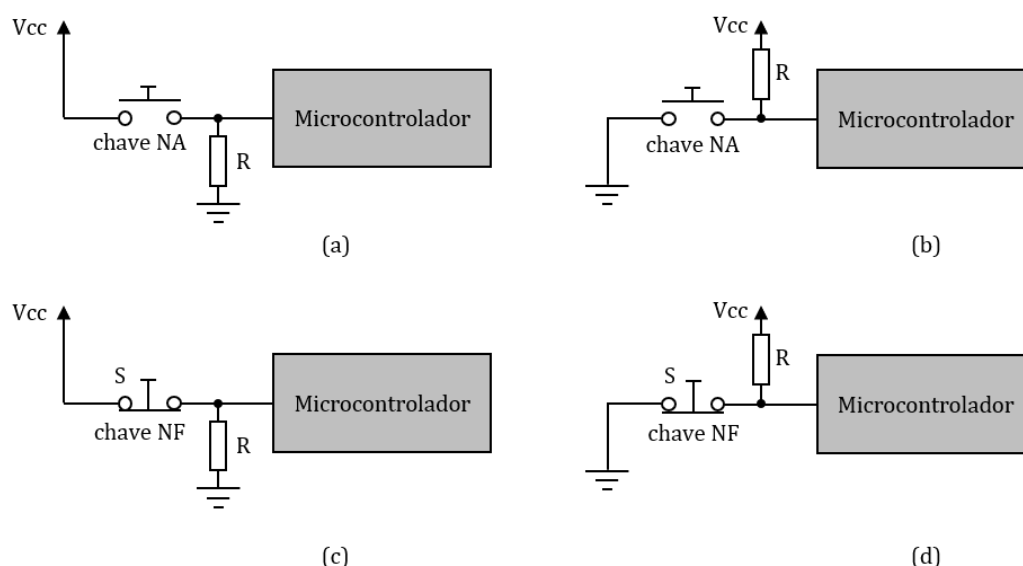

Figura 18 – Diferentes formas de se conectar uma chave a um pino de um microcontrolador.
Na Figura 18, são apresentadas 4 formas de conectar uma chave, ou botão, a um pino do microcontrolador. Todas as formas são encontradas em sistemas microcontrolados, sendo diferentes opções do projetista de hardware.
Nas Figura 18(a) e 18(b), temos uma chave normalmente aberta (NA), onde os contatos só são fechados ao se pressionar a chave. Nas Figura 18(c) e 18(d), temos uma chave normalmente fechada (NF), onde os contatos são abertos ao se pressionar a chave.
Na Figura 18(a), enquanto a chave não for pressionada, o nível lógico presente no pino do microcontrolador é puxado para baixo devido ao resistor de *pull-down*, R. Quando a chave for pressionada, o sinal Vcc é aplicado diretamente no pino, levando-o para nível lógico alto. Na Figura 18(b), ocorre o contrário, enquanto a chave não for pressionada, o nível lógico presente no pino é forçado em alto devido ao resistor de *pull-up*. Quando a chave for pressionada, o pino é conectado diretamente no terra, levando-o para nível lógico baixo.
Na Figura 18(c), a chave conecta diretamente o pino do microcontrolador ao sinal Vcc e, enquanto a chave não for pressionada, o nível lógico presente no pino é alto. Quando a chave for pressionada, o nível lógico presente no pino é puxado para baixo devido ao resistor de *pull-down*. Na Figura 18(d), ocorre o contrário, a chave conecta diretamente o pino do microcontrolador ao terra e, enquanto a chave não for pressionada, o nível lógico presente no pino do microcontrolador é baixo. Quando a chave for pressionada, o nível lógico presente no pino é levado para alto ao resistor de *pull-up*.
Os resistores de *pull-up/down* da Figura 18 podem ser resistores externos ou, no caso do STM32, pode-se utilizar os resistores internos conectados em cada pino de GPIO.